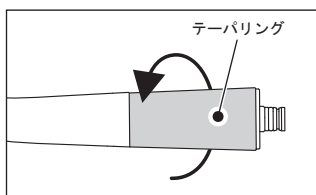

図 39
- 1 テーパーリングを図 39 の方向に回してゆるめて取り外します。